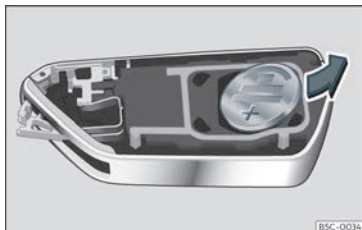

Fig. 69 Chave do vehículo: extracción da pila.
- Retire a pila do compartimento cun obxecto fino axeitado >>> **fig. 69**.
- Coloque a pila nova e prémaa no compartimento para a pila >>> ①.